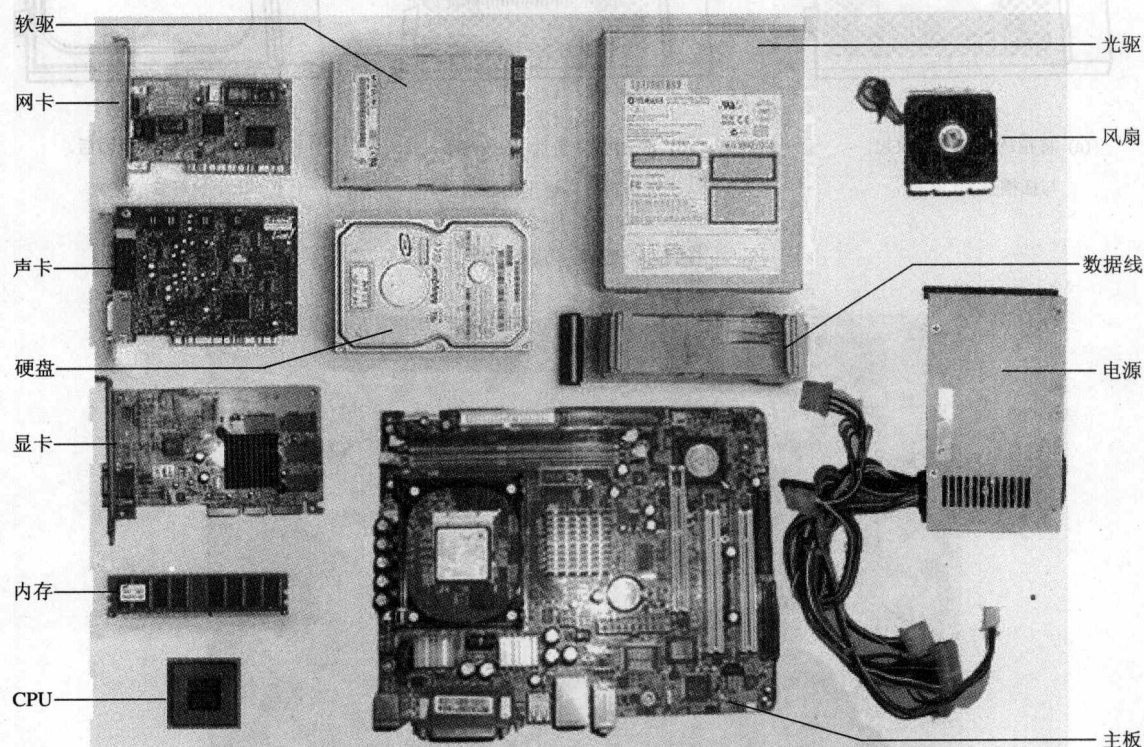

图 1-2 计算机组件
① 磁性十字解刀: 十字解刀又称螺丝刀、螺丝起子或改锥, 是用于拆卸和安装螺钉的工具。由于计算机上使用的螺钉均为十字形螺钉, 且器件安装后机箱内空隙较小, 为防止螺钉掉落其中不便捡取以及安装方便, 故应准备一把磁性十字解刀。
② 平口解刀: 准备一把平口解刀(又称一字型解刀), 不仅可以方便安装, 而且还可用来拆开产品包装盒、包装封条等。
③ 毛刷: 可以用来清除硬件上的灰尘。
④ 钳子: 在安装电脑过程中, 对于一些质量较差的机箱来讲, 钳子可用来拆断机箱后面的挡板。这些挡板理应用手来回折几次就会断裂脱落, 但如果机箱钢板的材质太硬, 就需要钳子来进行辅助。另外, 建议准备一把尖嘴钳, 它可夹可钳, 可代替镊子。
⑤ 散热膏: 在安装高频率 CPU 时散热膏(硅脂)必不可少, 可购买优质散热膏(硅脂)备用。
(2) 材料的准备。
① 装机所用的配件: CPU、主板、内存、显卡、硬盘、软驱、光驱、机箱电源、键盘、鼠标、显示器、各种数据线和电源线等, 如图 1-2 所示。
② 排型电源插座: 由于整个计算机系统有多个设备需要供电, 所以需要准备一个万用多孔型插座, 以方便测试机器时使用。
③ 器皿: 计算机在安装和拆卸过程中有许多螺钉及一些小零件需要随时取用, 故应准备一个小器皿来盛放, 以防止丢失。
④ 工作台: 为了方便进行安装, 需要一个高度适中的工作台。只要符合使用需求, 专用电脑桌或者普通桌子均可。
(3) 装机过程中的注意事项。
① 由于人体穿着的衣物相互摩擦易产生静电, 为避免这些静电将集成电路内部击穿造成设备损坏发生危险, 应在安装计算机前, 用手触摸接地的导体或洗手以释放身上携带的静电荷。
② 在安装计算机元器件时, 严禁液体进入到计算机内部的板卡上。因为任何液体都可能造成短路而使器件损坏, 所以要注意不要将开封的饮料摆放在附近, 同时避免头上的汗水滴落或手心的汗沾湿板卡。
③ 在安装的过程中, 少许用力不当就可能使引脚折断或变形, 所以必须注意使用正确的